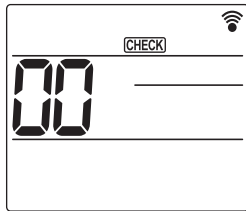

Fig. 6-7
- Houd de toets **MENU** 5 seconden ingedrukt. (Fig. 6-7)